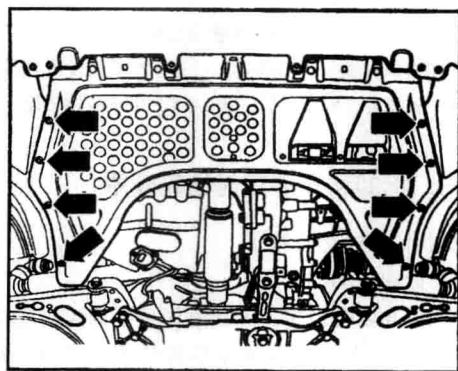

图 1-34 拆下发动机下部隔音垫固定螺栓
1) 如图 1-34 所示, 拆下发动机下部隔音垫的固定螺栓, 取下隔音垫。